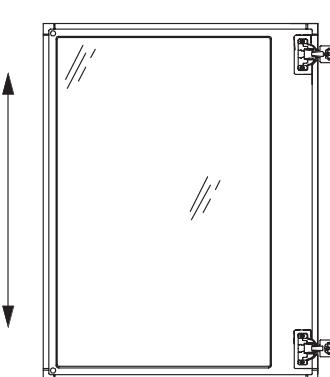

Fig. 12 图 12
- A. This screw releases the door from the cabinet and allows up and down adjustment. Fig. 12.
- A. 此螺丝松开可将门卸下，并可作上下位置调整，如图 12 所示。